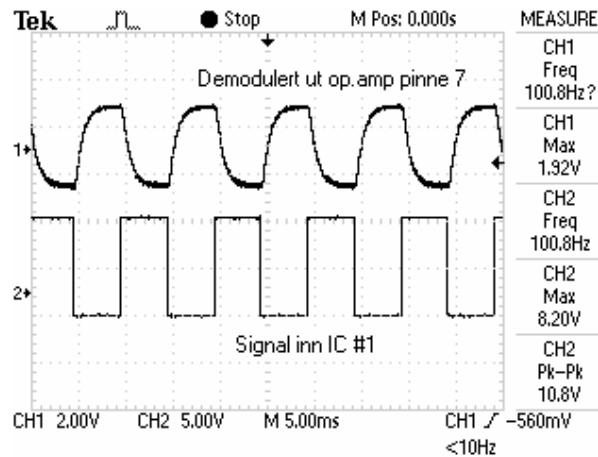

Fig. 7
- Se på op.amp utgangen (**pinne 7**) på mottageren om man får signal ut med samme frekvens. Dersom alt er riktig satt opp skal man få et bilde omtrent som vist på Fig. 7. (Bemerk at BNC UT på fronten ikke er koblet til op.amp utgang men til VCO utgang!). Normal ville et demodulert signal kobles til en komparator for å generere passende logiske nivåer. Legg ved skjermutskrifter fra oscilloscopet.